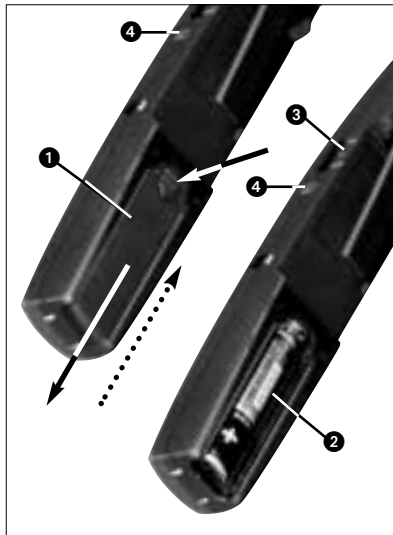

Abb. 2: Batterie einlegen
Siehe Abb. 2:
1. Drücken Sie den Schnapphaken am Batteriefachdeckel (1) nach unten.
2. Ziehen Sie den Batteriefachdeckel (1) nach unten vom Sender ab.
**Wichtig:** Der Schaumstoffpolster an der Innenseite des Batteriefachdeckels (1) fixiert die Batterie in ihrer Position. Entfernen Sie den Schaumstoffpolster nicht, da die Batterie ansonsten nicht richtig im Batteriefach fixiert ist und Klappergeräusche verursachen kann.
4. Legen Sie die mitgelieferte bzw. neue Batterie (2) wie in Abb. 2 gezeigt in das Batteriefach ein.